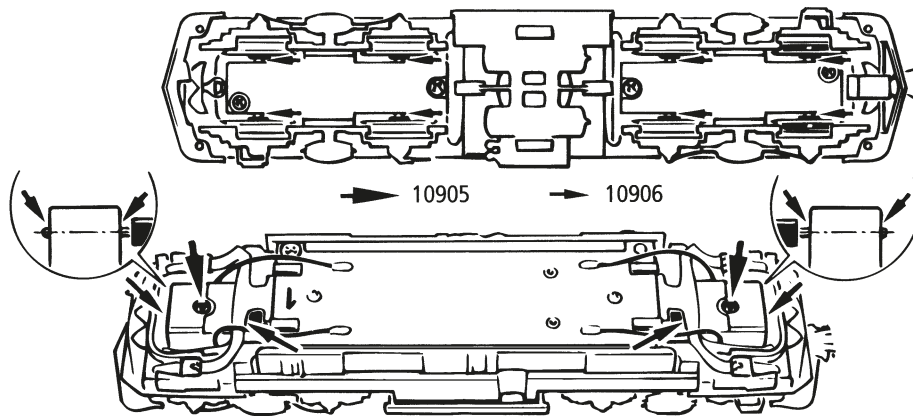

Fig. 7
3. Haftreifenwechsel: Zuerst den Getriebedeckel abnehmen. Danach den **Radsatz** herausnehmen und die **Haftreifen** mit einer Nadel od. mit einem feinen Schraubendreher abziehen (Fig. 7). Beim Aufziehen der neuen Haftreifen darauf achten, dass diese sich nicht verdrehen.
3. Change of traction tyre: Remove the gear cover. Take out **wheel set** and remove **traction tyre** using a pin or a fine screwdriver (fig. 7). When pressing on the new traction tyre please **avoid twisting it**.
3. Échange des bandages d'adhérence: Démontez d'abord le **couvre-carter** des engrenages. Délogez ensuite les essieux bandagés et enlevez, à l'aide d'une aiguille ou d'un tourne-vis fin, les bandages d'adhérence (fig. 7). Lors du montage des nouveaux bandages veuillez veiller à ce que les bandages **ne soient pas tor-dués**.